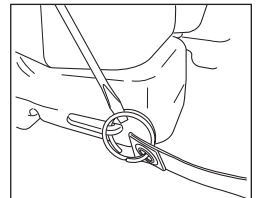

Figure 1.
1. Utilisez un tournevis à lame plate pour écarter les anneaux à l'extrémité des bandoulières. Insérez les anneaux dans les trous des languettes de la base du réservoir. Tournez l'anneau jusqu'à ce qu'elle traverse complètement les trous. Assurez-vous que les sangles ne soient pas tordues. **Voir la figure 1.**